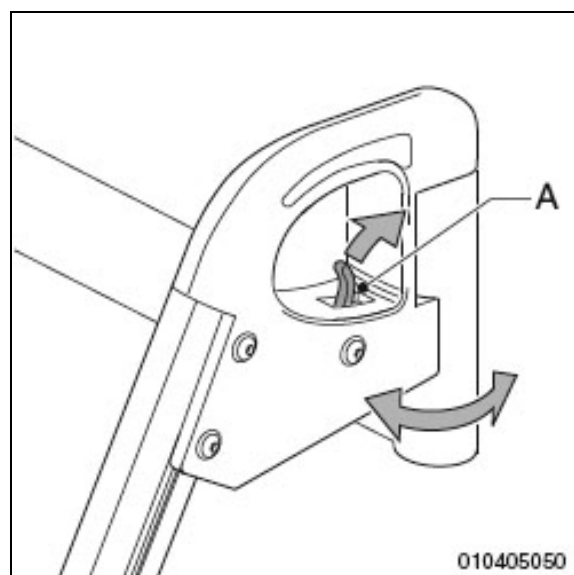

Figure 3.14
1. Poussez le cliquet (A dans la fig. 3.14) vers l'arrière pour déverrouiller le repose-jambe.
2. Basculez le repose-jambe (B) vers l'extérieur.